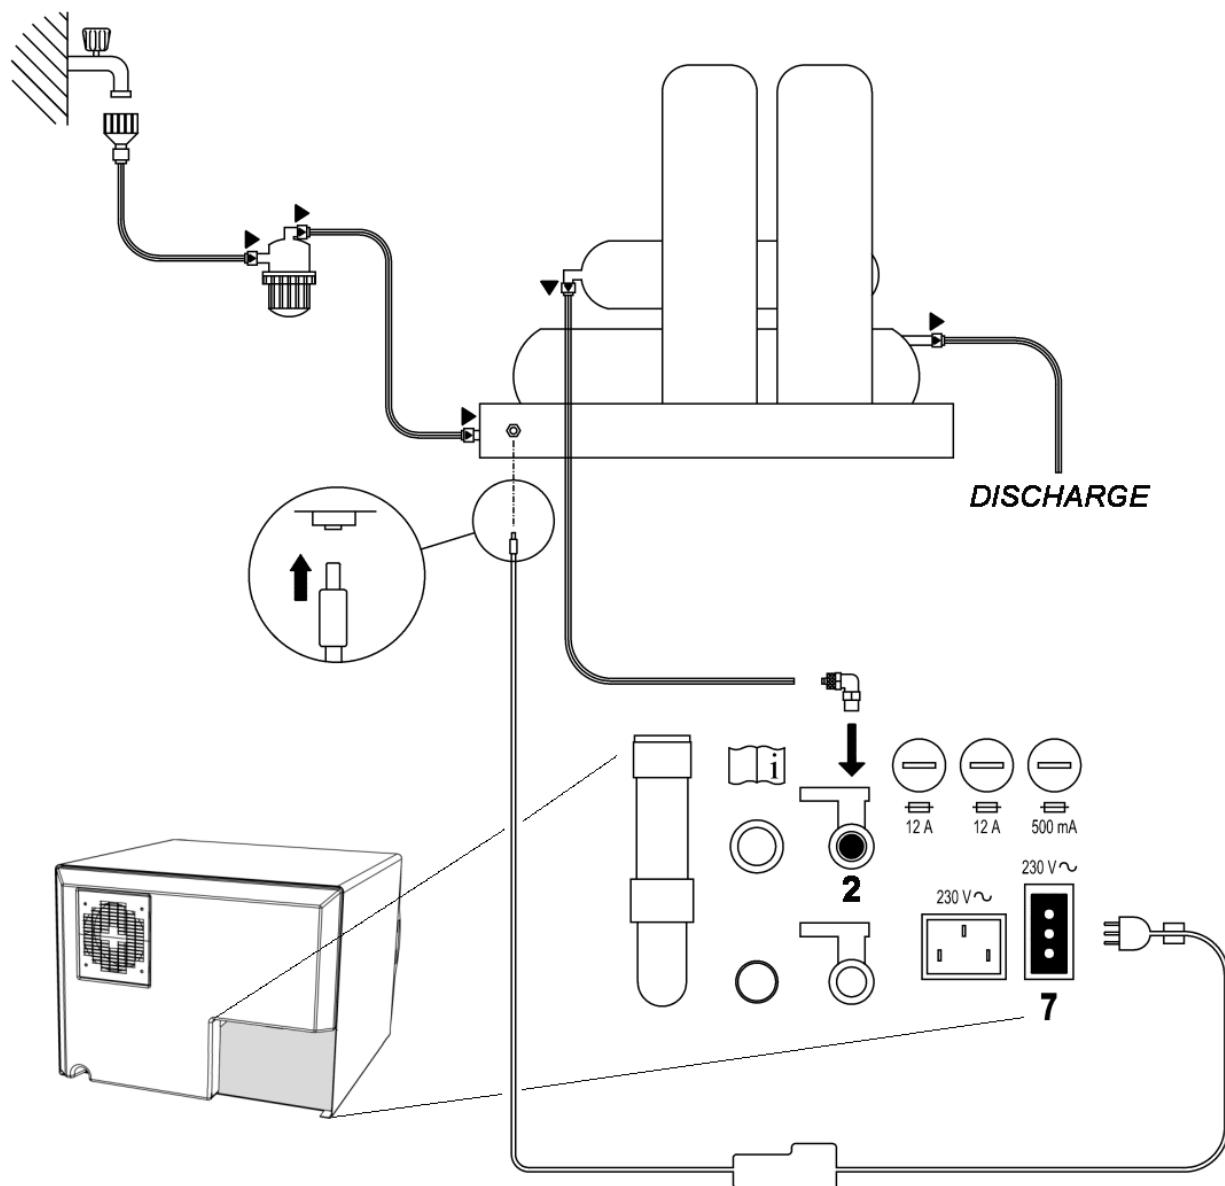

FIG.32
5. Enroscar el racor-portatubo en el filete hembra del desagüe del agua Limpia FIG.32 pos. **2** ;
7. Introducir el enchufe del desmineralizador en la toma FIG.32 pos. **7** por detrás del autoclave;